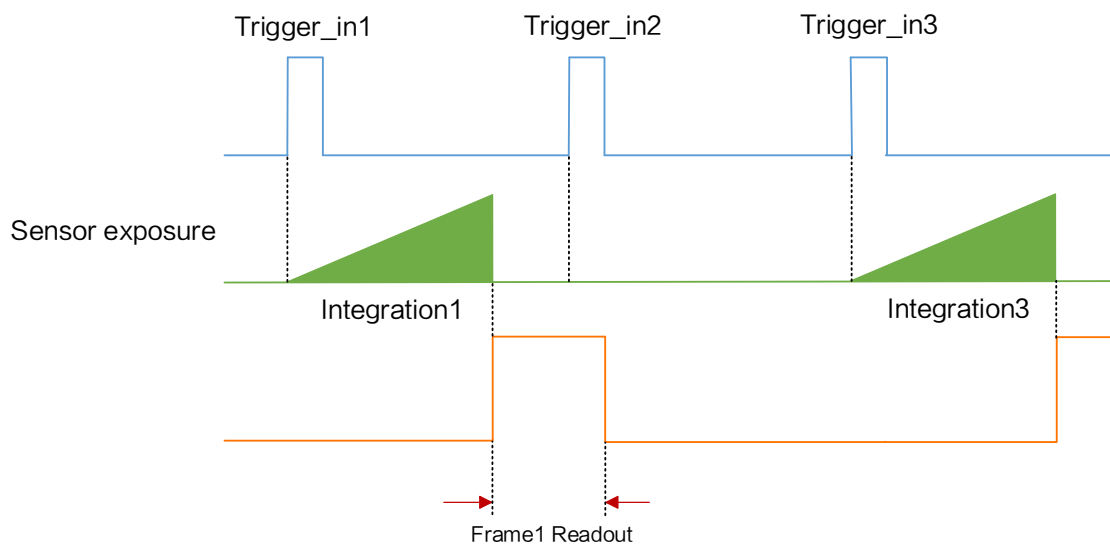

图8-15 第 2 帧被过滤时序
- 不启用触发缓存使能：第 2 个触发信号直接被过滤，不做处理，如图 8-15 所示；